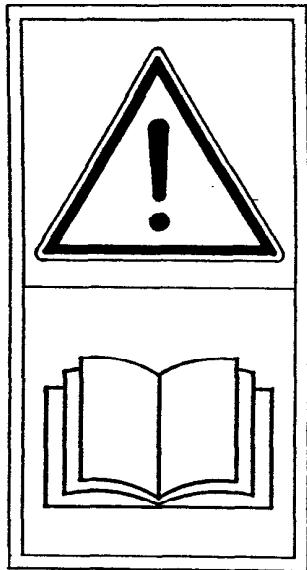

Fig.57
- Fig.57 Läs instruktionsboken
- Fig. 57 Læs brugervejledningen